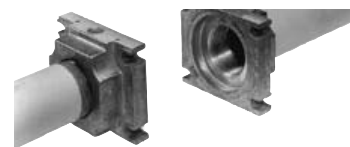

Рис. 10
1. Установить фланец на трубе. Использовать соответствующую газу оснастку (Рис. 10)